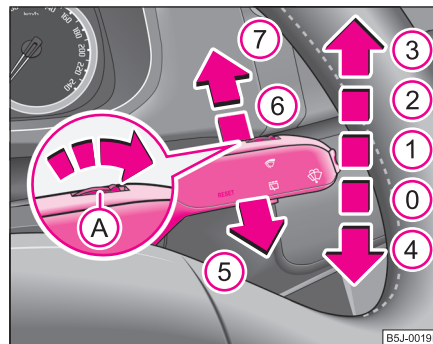

Abb. 42 Scheibenwischerhebel
Der Scheibenwischerhebel ⇒ Seite 64, Abb. 42 hat folgende Stellungen:
- Drücken Sie den Hebel vom Lenkrad weg in die Stellung ⑥ ⇒ Seite 64, Abb. 42, der Scheibenwischer wischt alle 6 Sekunden.
Zum Reinigen der Scheinwerfer kommt es nach jedem fünften Betätigen der Frontscheibenwaschanlage und wenn das Abblend- oder Fernlicht eingeschaltet ist sowie der Scheibenwischerhebel ca. 1 Sekunde in der Stellung ⑤ ⇒ Seite 64, Abb. 42 gehalten wird.